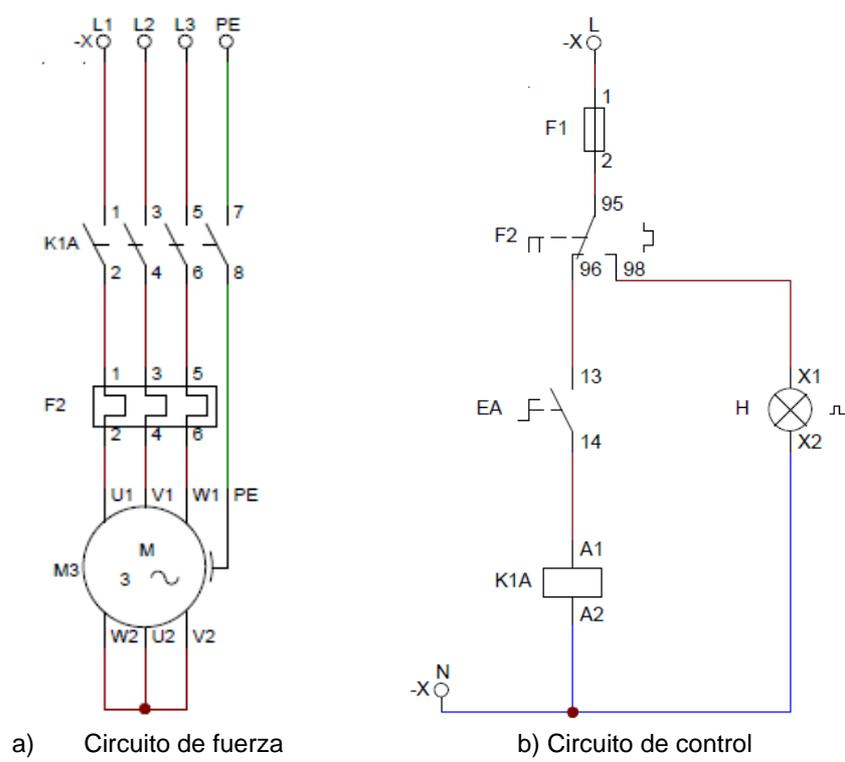

Figura 1. Esquemas de conexión para el arranque directo con interruptor de motores trifásicos de Vac.
1. Identifique las diferentes componentes del circuito de potencia y del circuito de control de la figura 1.